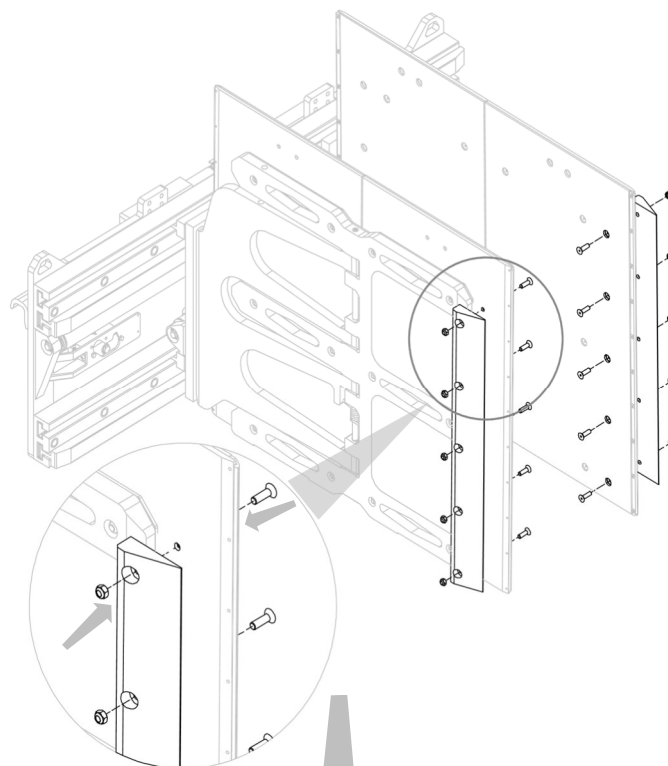
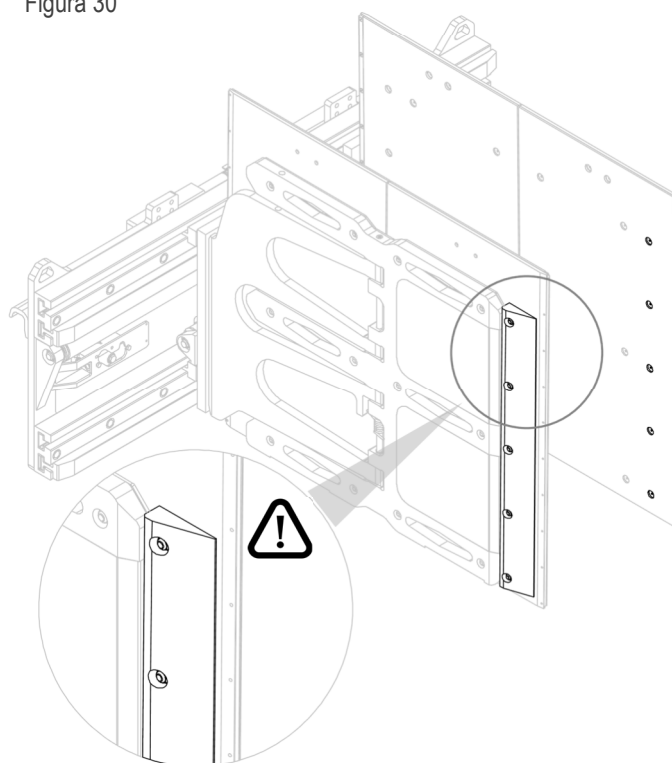

Figura 30
Figura 31
2. Instalar las puntas de protección e ertalon (ver *Figura 30* y *Figura 31*).